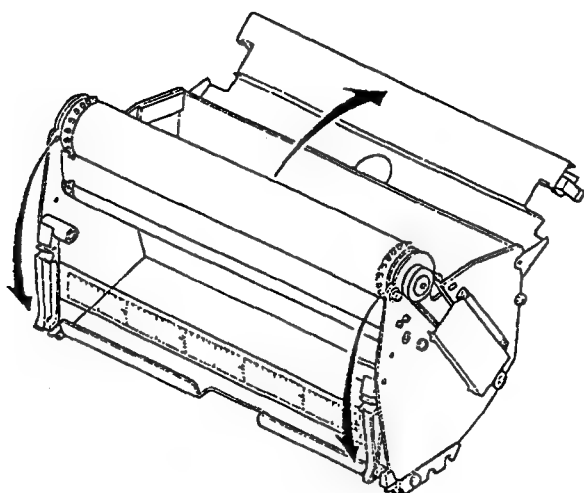

図6.14
- (5) 記録紙収納ユニットの後方部分の記録紙おさえ金具の左右のノブを持ち上げます (図6.14)。